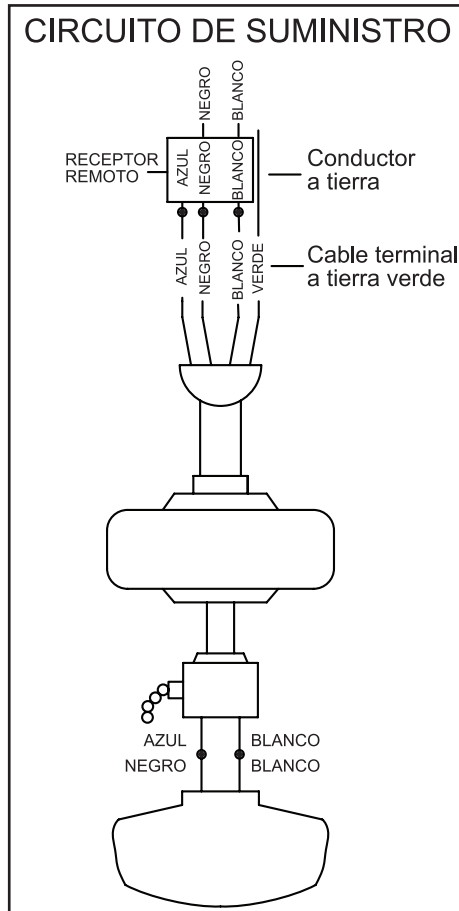

Figura 8
Sigue estos pasos para conectar tu ventilador a tu circuito doméstico. Usa las tuercas de conexión de cable provistas con el ventilador y el control remoto. Asegura los conectores con cinta aislante. Asegúrate de que no haya cables o conexiones sueltas (Figura 8).
1. Conecta el conductor a tierra del cable de 120 voltios (puede ser un cable desnudo o un cable con aislante verde) al (los) cable(s) terminal(es) a tierra verdes del ventilador (Figura 8).
2. Conecta el cable blanco de motor del ventilador al cable blanco del receptor, usando una tuerca de cable (Figura 8).
3. Conecta el cable negro del motor del ventilador al cable negro del receptor usando una tuerca de cable (Figura 8).
4. Conecta el cable azul del motor del ventilador al cable azul del receptor usando una tuerca de cable (Figura 8).
- Conecta el cable negro del receptor al cable negro de suministro de energía (positivo) usando una tuerca de cable (Figura 8).
- Conecta el cable blanco del receptor al cable blanco de energía (neutro) usando una tuerca de cable (Figura 8).